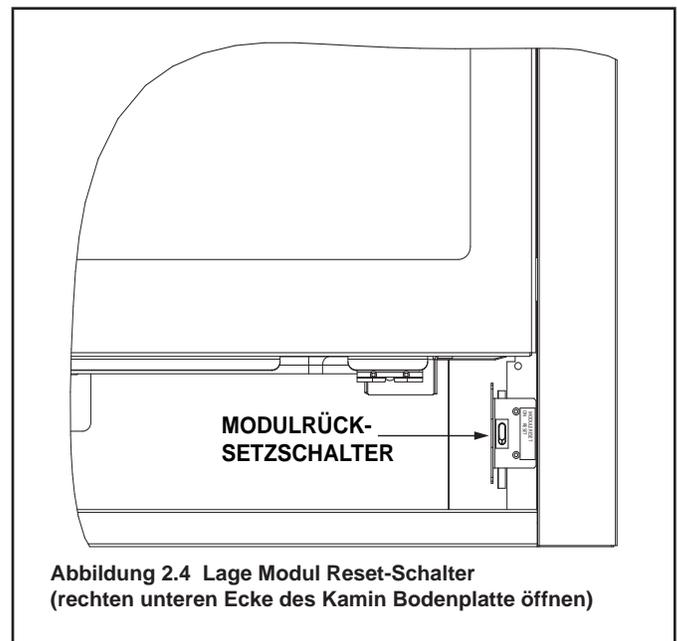

Abbildung 2.4 Lage Modul Reset-Schalter (rechten unteren Ecke des Kamin Bodenplatte öffnen)
- Machen Sie den Modulrücksetzschalter ausfindig. (Siehe Abb. 2.4)
- Warten Sie fünf (5) Minuten, bis sich eventuell angesammeltes Gas verflüchtigt hat.